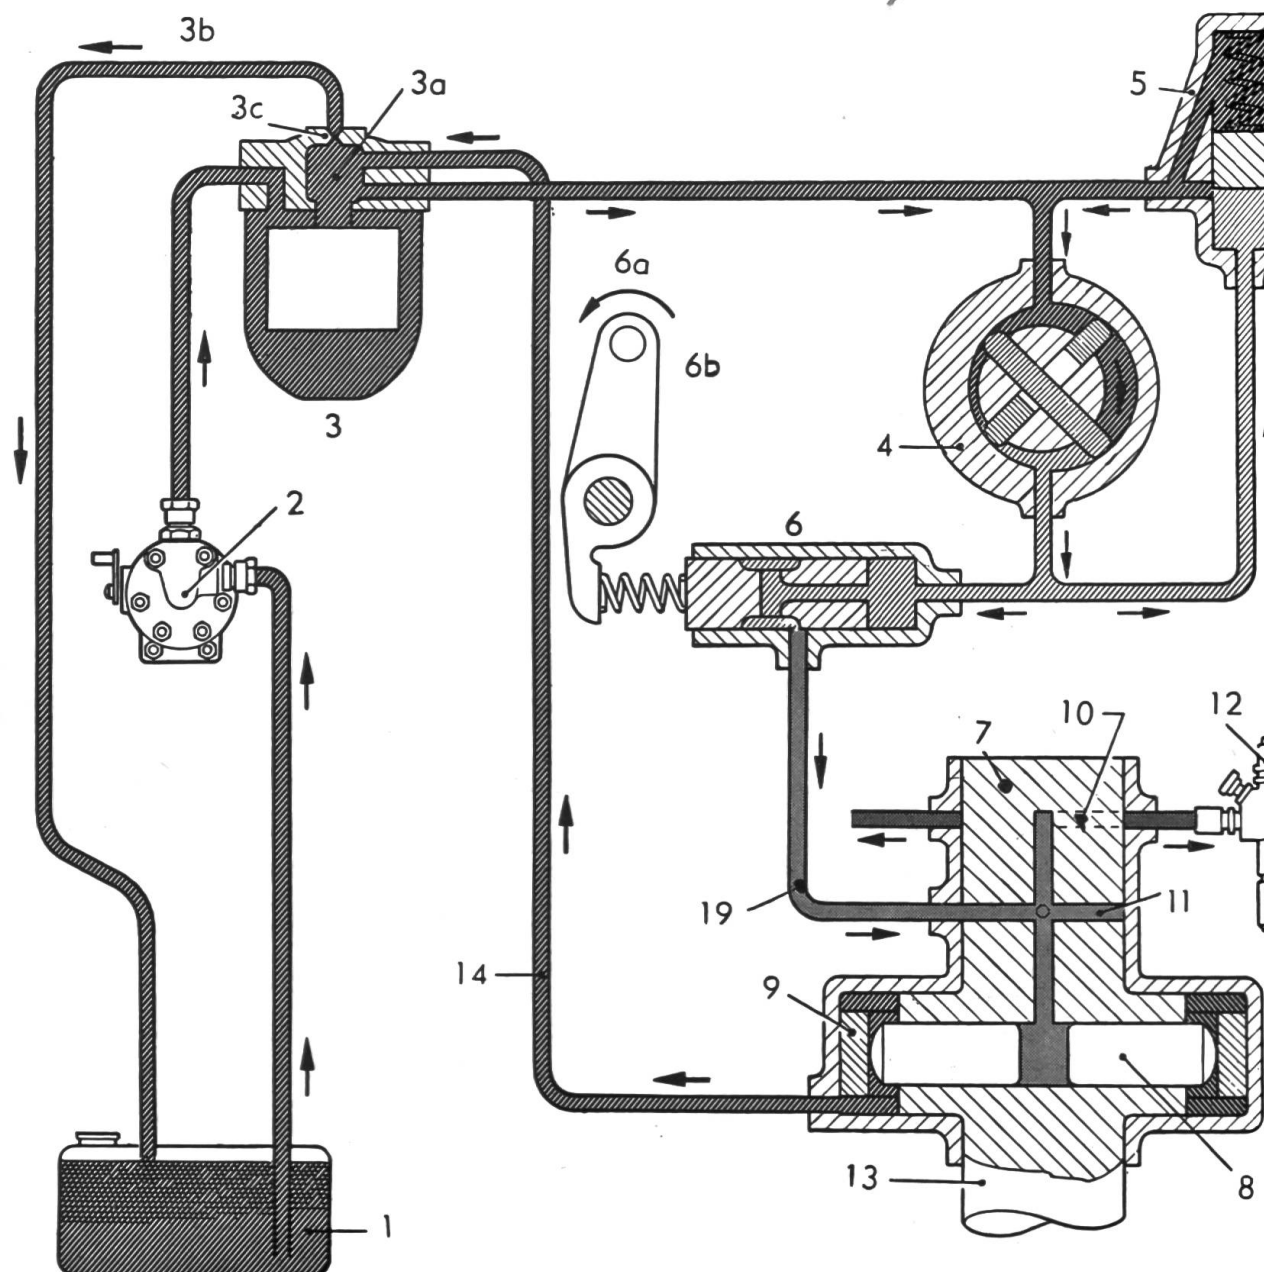

Fig. 2: Mode de fonctionnement de la pompe d'injection rotative C.A.V.
Le fonctionnement de la pompe rotative C.A.V. ressort de la fig. 2. Le gasoïl est aspiré du réservoir à carburant (1) par une pompe d'alimentation (2) et refoulé vers le filtre principal (3), d'où il parvient simultanément à la pompe de circulation (4) et à la soupape régulatrice de pression (5). La pompe de circulation donne au carburant une pression supérieure à celle qu'il avait à la sortie de la pompe d'alimentation. L'accroissement de la vitesse de rotation du moteur a pour effet d'augmenter simultanément et automatiquement celle de la pompe de circulation en élevant du même coup la pression du carburant débité. Une augmentation de la pression dans la canalisation intermédiaire provoque le déplacement du piston de la soupape de dosage (6) et empêche ainsi qu'une quantité excessive de gasoïl ne parvienne à la pompe d'injection. Le carburant excédentaire est alors refoulé vers la soupape régulatrice de pression (5) et le filtre (3), ce qui décharge la pompe de circulation. Le gasoïl sort de la pompe de circulation par un